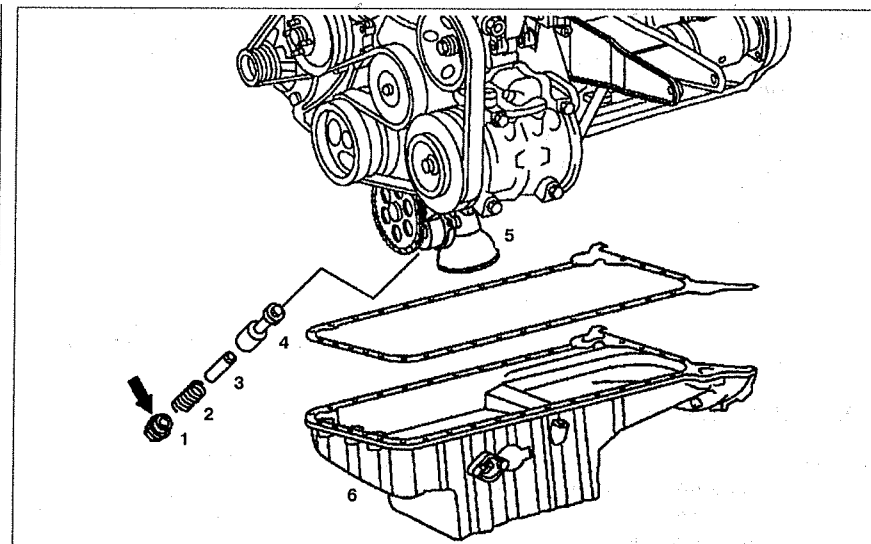

Рис. 2.95. Редукционный клапан: 1. Пробка, 2. Пружина, 3. Палец, 4. Болт, 5. Масляный насос, 6. Поддон.
1. Снимите поддон 6 (см.рис. 2.95).